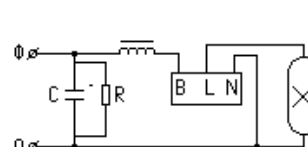

Рисунок 2
5.2 Подключение проводов сети производится к проводам выходящим из светильника согласно схеме включения (рисунок 2 или 3), при этом нулевой провод сети подключить к проводу, маркированному синей краской, а заземляющий провод – к проводу заземления желто-зеленого цвета.